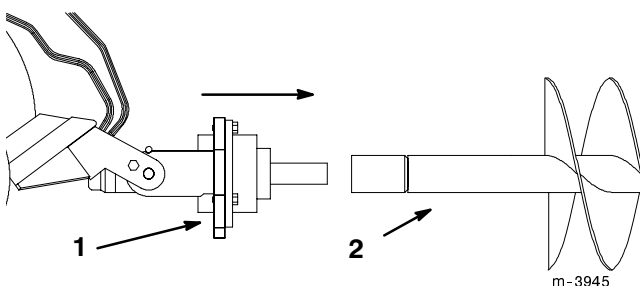

Abbildung 4
6. Die Antriebswelle in das Ende der Bohrerwelle bzw. Verlängerung manövrieren (Abb. 4).